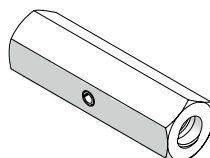

Abb. 12.5 Verbindungsmutter
(Abb. 12.5), zum Verlängern der in der Bodenplatte einbetonierten Verankerungen mit Ankerstäben. Die Mutter besitzt ein DW-Gewinde. Zulässige Tragkraft in kN und Schlüsselweite (SW) in mm: